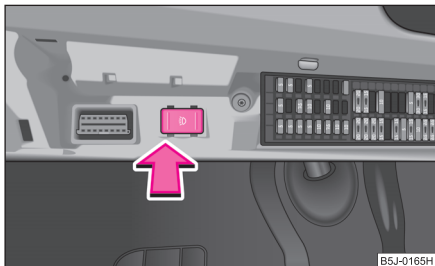

Fig. 32 Comparamentul siguranțelor: Întrerupătorul pentru lumina de zi
- Cuplați întrerupătorul pentru lumina de zi ⇒ fig. 32.
- Decuplați întrerupătorul pentru lumina de zi ⇒ fig. 32.